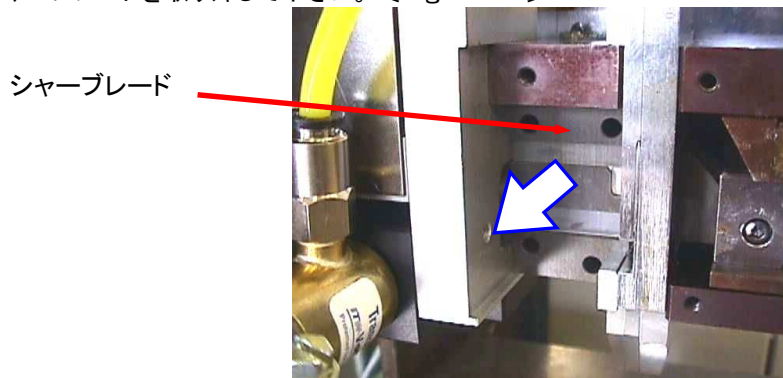

Fig 7-3-3
- ③ シャーブレードを取り外して下さい。〔Fig 7-3-3〕